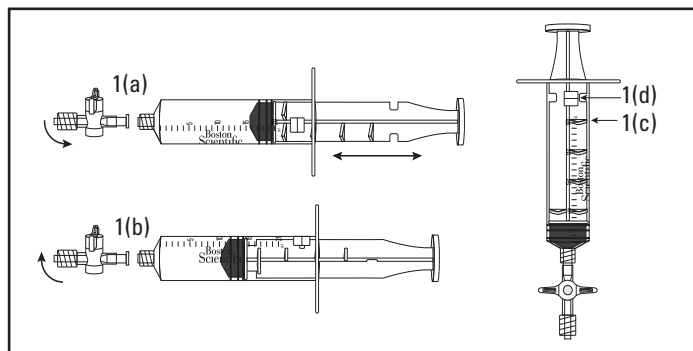

Figura 1.
1. Esaminare il rubinetto di arresto (Figura 1(a)). Il rubinetto di arresto è dotato di due collegamenti luer per il collegamento all'ago e alla siringa. Quando il rubinetto di arresto è in posizione aperta è possibile il passaggio dell'aria. Il rubinetto di arresto è aperto quando è allineato parallelamente alla siringa, mentre è chiuso quando è perpendicolare alla siringa (come mostrato in figura).
2. Esaminare la siringa (Figura 1). Il cilindro della siringa è dotato di un perno di arresto (Figura 1(d)) e lo stantuffo presenta quattro alette di bloccaggio (Figura 1(c)). Lo stantuffo della siringa può essere manovrato all'interno del cilindro per bloccare e sbloccare la siringa. Per bloccare la siringa, tirare indietro lo stantuffo fino ad allinearli con il volume di aspirazione di interesse (Figura 1(a)). Ruotare lo stantuffo in senso orario in modo che il perno di bloccaggio si innesti sulle alette di bloccaggio sullo stantuffo (Figura 1(b)). Per rilasciare, ruotare lo stantuffo in senso antiorario.
1. Preparare il dispositivo, la siringa fornita e il rubinetto di arresto come indicato in precedenza. Ruotare il rubinetto di arresto in posizione chiusa, perpendicolarmente alla siringa. Estrarre lo stantuffo della siringa fino a ottenere il volume di interesse e utilizzare le alette di fissaggio e il perno di arresto sulla siringa per fissarlo in posizione (Figura 1(c) e 1(d)).